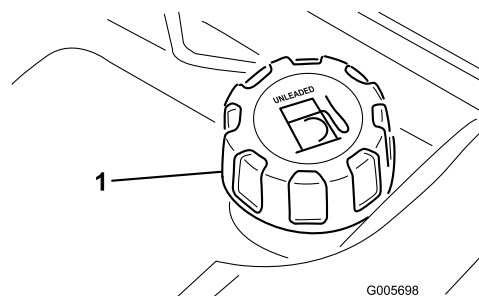

Figura 28
1. Incline o banco para a frente e fixe-o com a barra de suporte de modo a evitar qualquer queda acidental. Utilize um pano limpo para limpar a zona em redor da tampa do depósito de combustível (Figura 28).